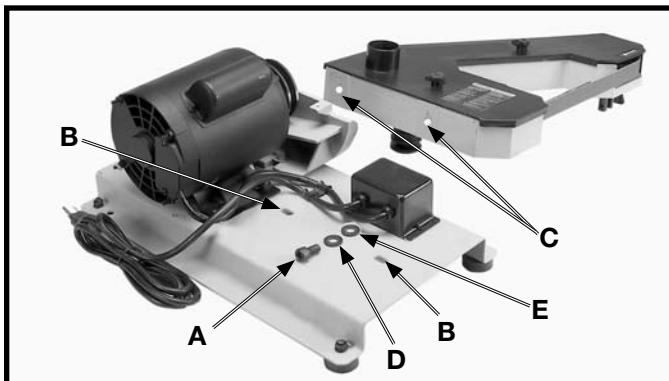
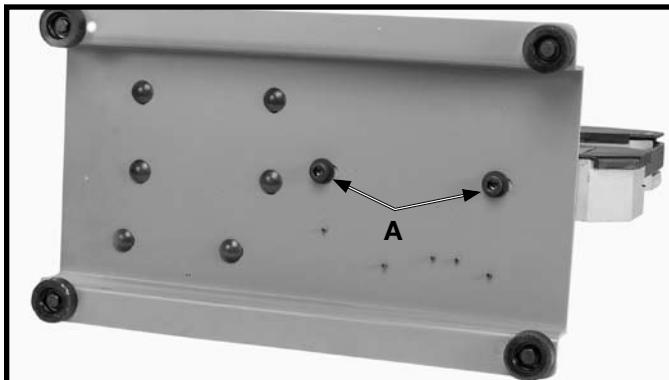

Fig. 1
Fig. 2
1. Enfiler une rondelle de blocage de 10 mm (D) fig. 1, et une rondelle plate de 10 mm (E) sur une vis à tête cylindrique à 6 pans creux M10 x 1,5 x 20 mm (A) puis insérer, vers le haut, la vis dans le trou (B) dans la base. **À CETTE ÉTAPE, NE PAS SERRER COMPLÈTEMENT LES DEUX VIS** (A), FIG. 2. Visser la vis dans le trou taraudé (C) dans la partie inférieure de la ponceuse à courroie. Répéter le procédé pour l'autre trou.
2. La fig. 2 illustre les deux vis (A) insérées dans les deux trous de la partie inférieure de la base.